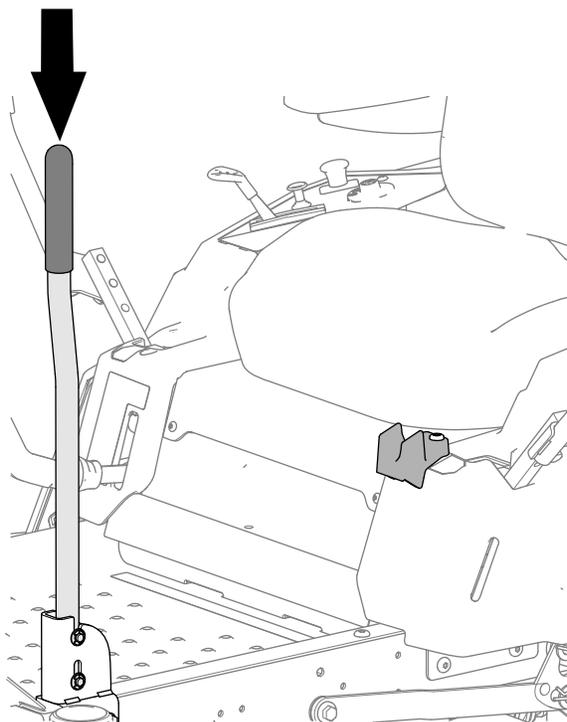

Figura 17
2. Abbassate la maniglia per trazione assistita come mostrato nella Figura 17.